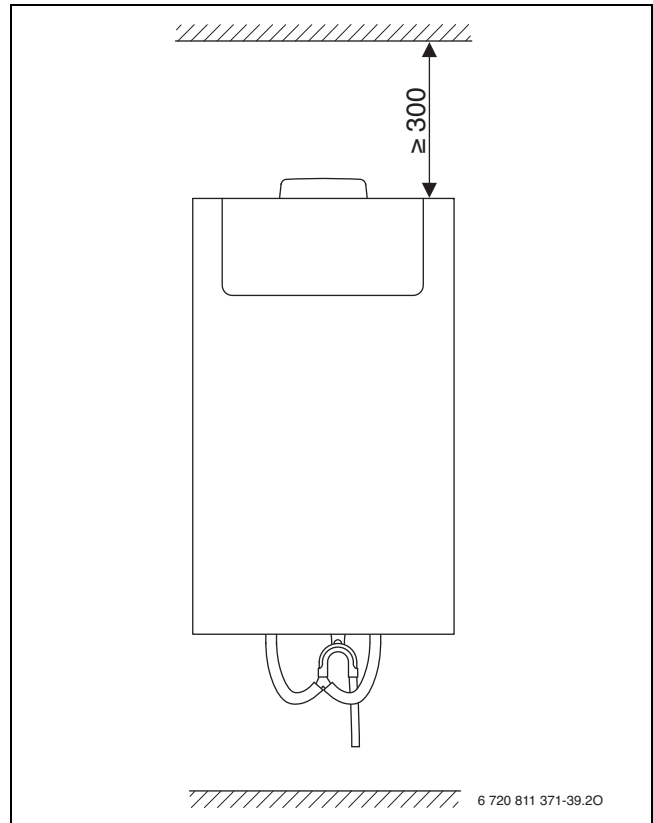
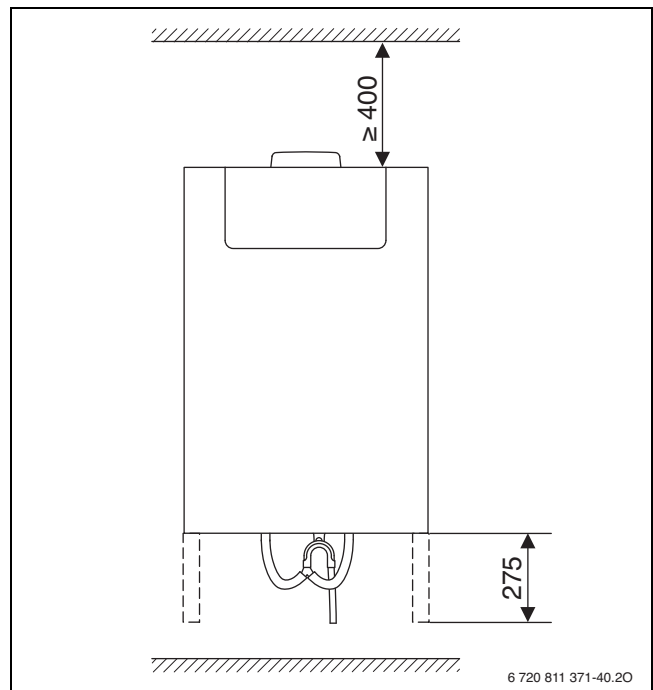

Bild 21 HRV2-140 (S)
Bild 22 HRV2-230 (S), HRV2-350 (S)
- ▶ Mindestabstände zu Wänden, Decke und Boden beachten (→ Bild 21 bzw. Bild 22). Der Mindestabstand vor dem Gerät beträgt 650 mm.